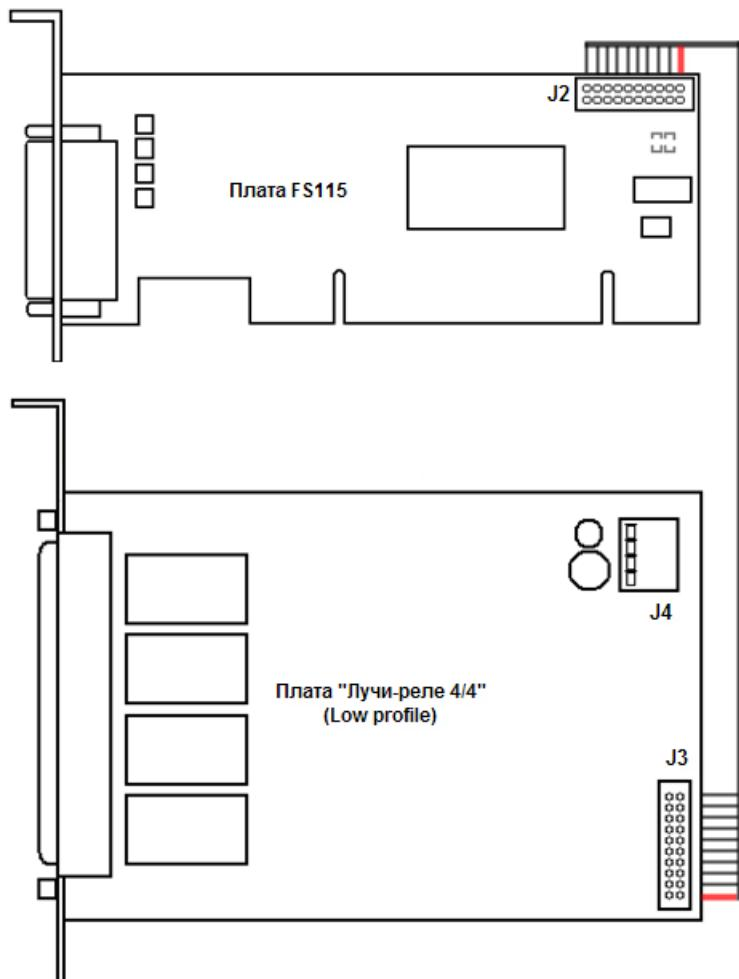

Рис. 2.4—13 Схема подключения платы «лучи-реле 4/4» (low profile) к плате FS115
- Подключить плату «лучи-реле 4/4» (low profile) к плате видеоввода с помощью шлейфа, входящего в комплект поставки. Шлейф подсоединяется к разъему J2 и J3 (см. Рис. 2.4—13 и раздел «Приложение 5. Схема разъемов плат видеоввода»).
- Подключить кабель блока питания компьютера (питание дисковода) к разъему J4 (Рис. 2.4—13) платы «лучи-реле 4/4» (low profile).